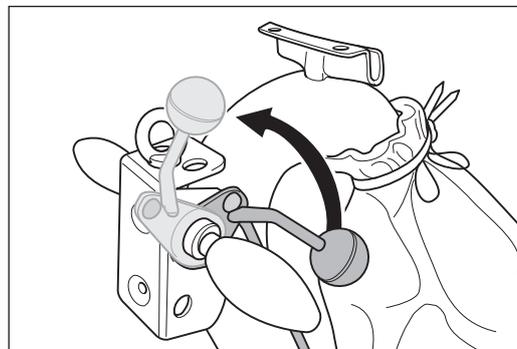

Abb. 19 Den Ablasshebel am Handgriff bis zum Anschlag nach oben ziehen. Dadurch wird die Schleifwalze vom Boden abgehoben.
- 1 Ziehen Sie den Ablasshebel am Handgriff bis zum Anschlag nach oben (Abb. 19). Dadurch wird die Schleifwalze vom Boden abgehoben.